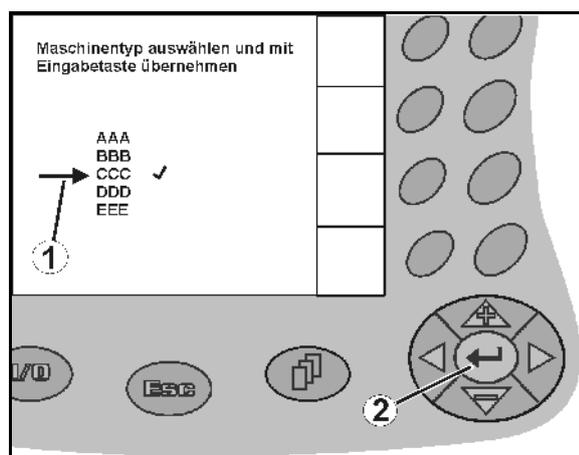

Fig. 14
1.  /  Posicionar la flecha de selección (Fig. 14/1).
2.  Aceptar la selección (Fig. 14/2).